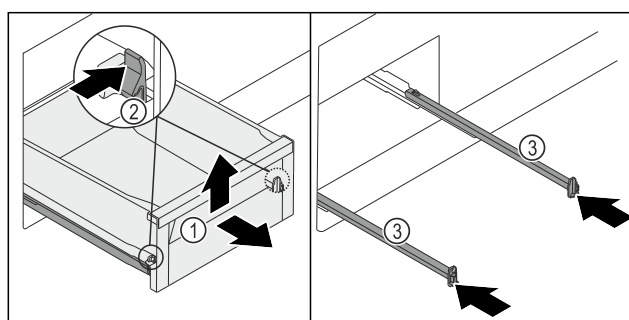

Fig. 258
- Estrarre il cassetto Fig. 258 (1) fino a battuta.
- Premere contemporaneamente verso l'interno il morsetto Fig. 258 (2) a sinistra e quello a destra.
- Il cassetto Fig. 258 (1) si stacca dalle guide.
- Sollevare il cassetto Fig. 258 (1) anteriore.
- Estrarre il cassetto Fig. 258 (1) in avanti.
- Inserire le guide Fig. 258 (3).